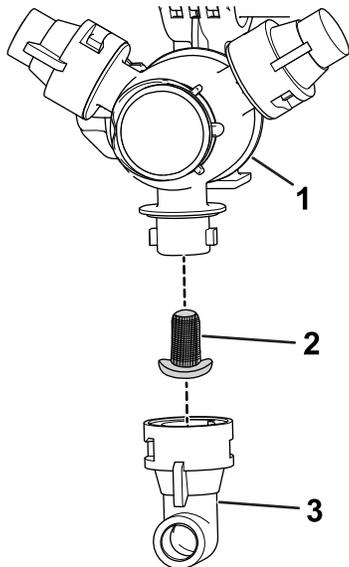

图61
2. 从喷嘴转动架卸下喷嘴 图61。
3. 拆下旧喷嘴过滤器 图61。
4. 安装新喷嘴过滤器 图61。
5. 将喷嘴安装到喷嘴转动架上 图61。